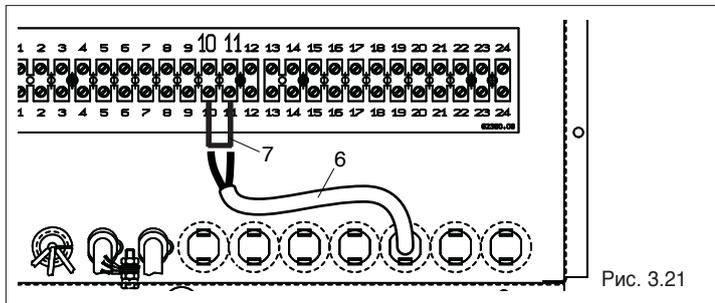

Рис. 3.21
- Проденьте провод (6) в кабельный сальник в задней части щитка и подключите его к клеммам 10 и 11, но предварительно уберите с этих клемм перемычку (7) (Рис. 3.21).